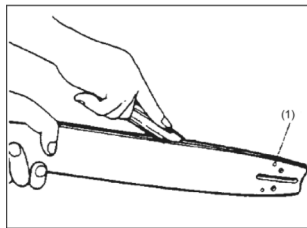

Рис. 16.3
**3. Направляющая шина (рис. 16.3–16.4).**